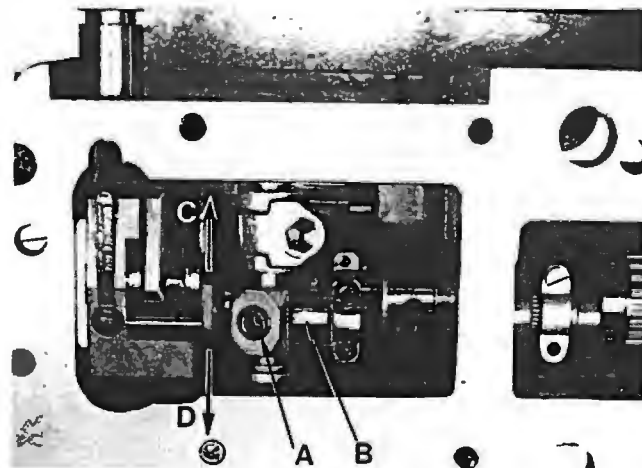

Fig.64
2. Loosen screw (A, Fig. 64).
3. If the difference between dimension "A" and dimension "B" (Fig. 63) is less than 0.8 - 1 mm (.032 - .040 in.), lever (B, Fig. 64) must be moved in the direction of the arrow towards "0".
2. Lösen Sie die Schraube (A, Fig. 64).
3. Ist der Unterschied zwischen Maß "A" und Maß "B" (Fig. 63) kleiner als 0,8 - 1 mm muß der Hebel (B, Fig. 64) in Pfeilrichtung nach "0" verschoben werden.